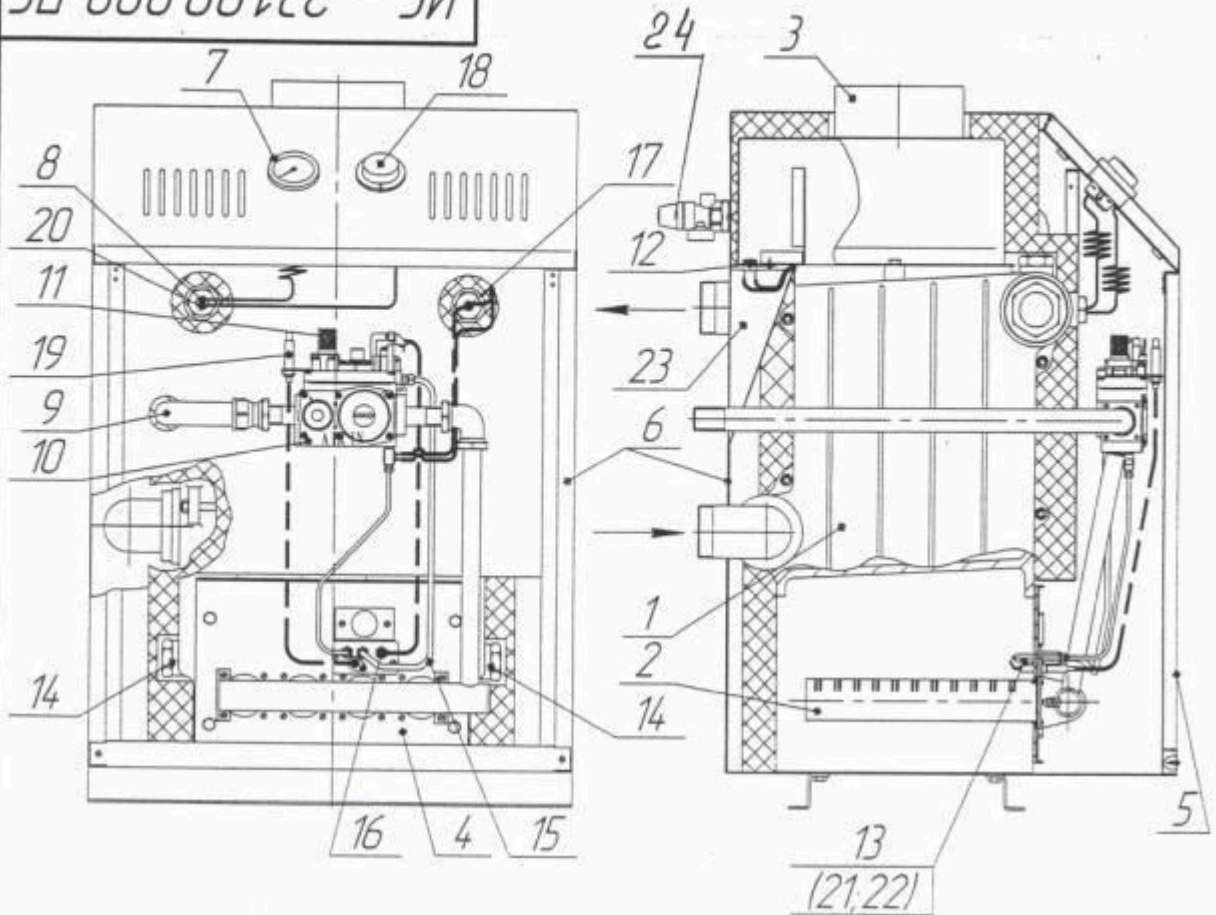

Рис. 2. Конструкция котла.
Конструкция котла представлена на рис. 2.
4.2 Конструкция котла представлена на рис. 2. Котел рис. 2 состоит из следующих основных узлов и деталей: чугунного теплообменника поз.1, листа фронтального поз. 4 с закрепленными на нем трубами горелки поз. 2, газоотвода поз.3, дверки поз. 5, облицовки (кожуха) поз. 6, указателя температуры воды поз. 7 с датчиком поз.8, газоподводящей трубки поз.9. При превышении избыточного давления воды в теплообменнике значения 4 кг/см² срабатывает предохранительный клапан поз. 24, сбрасывая воду в канализацию до уменьшения давления в теплообменнике.
Автоматика котла состоит из комбинированного газового клапана поз. 10, регулируемого термостата поз. 18 с датчиком поз. 20, предельного термостата с датчиком тяги поз. 17, датчика тяги поз. 12, блока запальной горелки поз. 13, установленного на фронтальном листе поз. 4. Блок пилотной горелки, рис. 2а, включает в себя запальную горелку, термопару поз. 21, милливольтный
Рис. 2а. Схема расположения горелки запальной относительно основной.
5.6 Перед началом монтажа необходимо провести расконсервацию котла, проверить правильность его сборки в соответствии с рис. 1 и рис. 2А, и убедиться в надежном и полном закреплении всех деталей и сборочных единиц.
6.2.1 Откройте дверцу 5 (см. рис. 2).